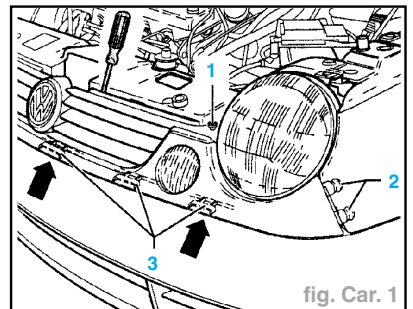

fig. Car. 1
- Dévisser les vis **(1)** (fig. Car. 1).